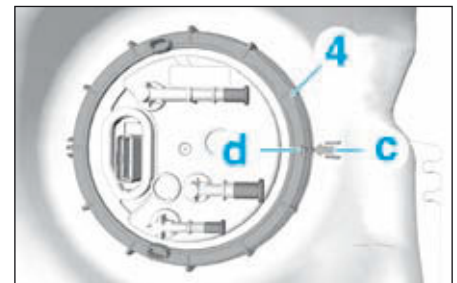

FIG.35
- Serrer la bague-écrou (4) jusqu'à ce que les flèches (c) et (d) soient alignées (Fig.35).